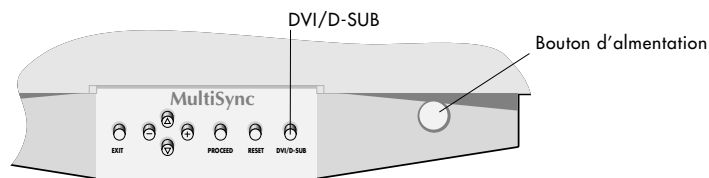

Figure D.1
4. Mettre le moniteur (**Figure D.1**) et l'ordinateur sous tension.